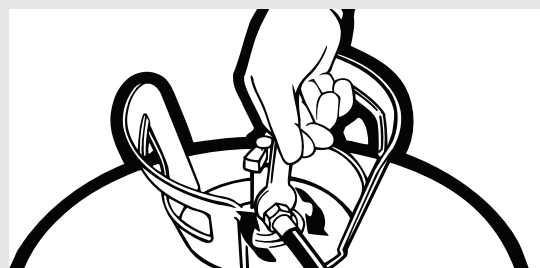

Figura 2.
3. Aplique una capa de vaselina en la superficie interna del Dispensador INSTA-FLO™. Esto facilita mucho más la limpieza de la superficie y extiende la vida útil del Dispensador INSTA-FLO™. (Vea la figura 2).